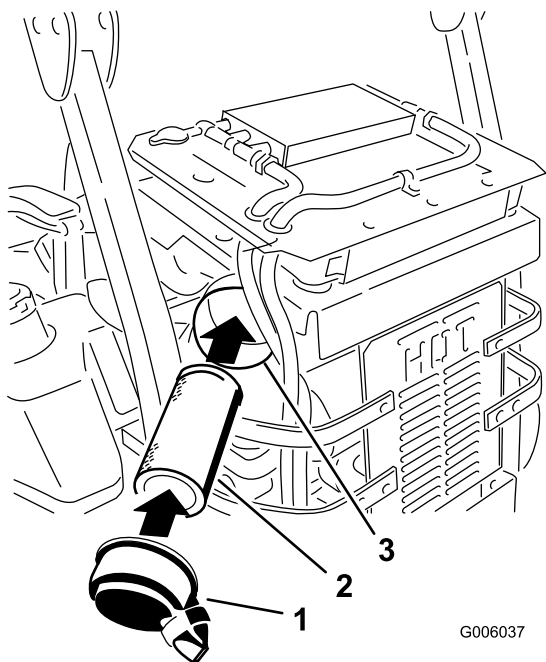

Figure 36
5. Ouvrez les attaches du filtre à air et enlevez le couvercle du corps du filtre (Figure 36).
7. Sortez l'élément filtrant du corps du filtre avec précaution (Figure 36). Évitez de cogner l'élément à l'intérieur du corps.
2. Insérez le filtre dans le corps avec précaution (Figure 36). Assurez-vous qu'il est bien engagé en appuyant sur le rebord extérieur.
3. Remettez en place et verrouillez le couvercle du filtre à air (Figure 36).